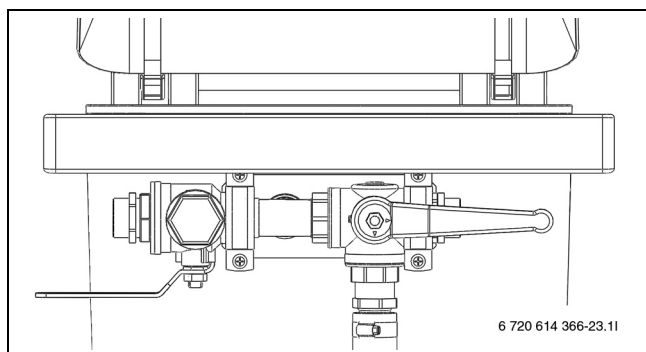

Fig. 16 Stazione di riempimento in posizione di riempimento
- Posizionare le valvole della stazione di carico e sfiato automatico in posizione di riempimento e riempire con acqua glicolica (→ fig. 16).